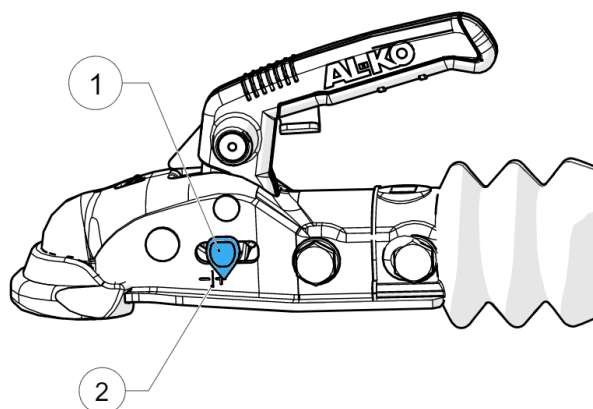

Abbildung 23 - Abnutzungsanzeige der Anhängerkupplung
10. Vergewissern Sie sich, dass sich die Verschleißanzeige (1, Abbildung 23) auf der positiven Seite der Grenzmarkierung (2, Abbildung 23) befindet.